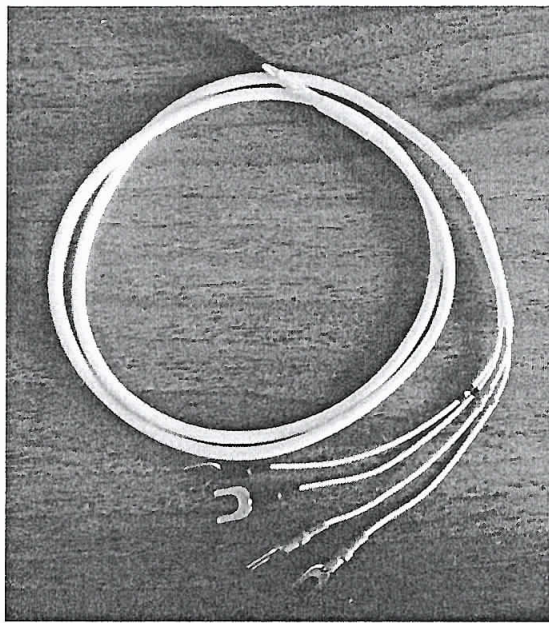

Рисунок 7 – Кабель для подключения магазинов сопротивления
6.6.1.5 Отсоедините кабель измерительной головки от разъема блока измерения сопротивления. Установите крышку 12 и экран 7 в измерительный блок и зафиксируйте винтами. Установите экран 2 на измерительный блок, кабель для подключения магазинов сопротивления должен выходить из блока через отверстие, предназначенное для кабеля измерительной головки. Зафиксируйте экран винтами 1. Соберите схему измерений согласно рисунку 8. Клеммы кабеля для подключения магазина сопротивлений маркированы двумя цветами (рисунок 7)